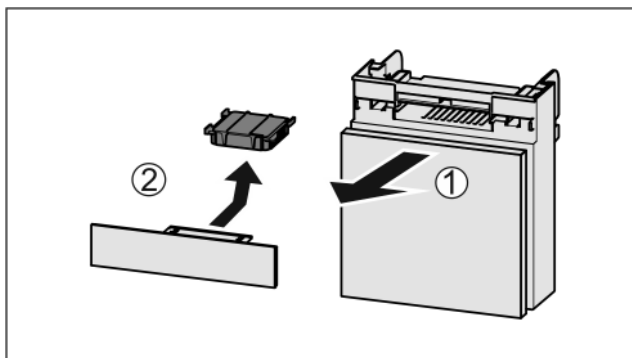

Fig. 111
- Вытянуть Fig. 111 (1) отделение движением вперед.
- Извлечение Fig. 111 (2) фильтра с активированным углем.